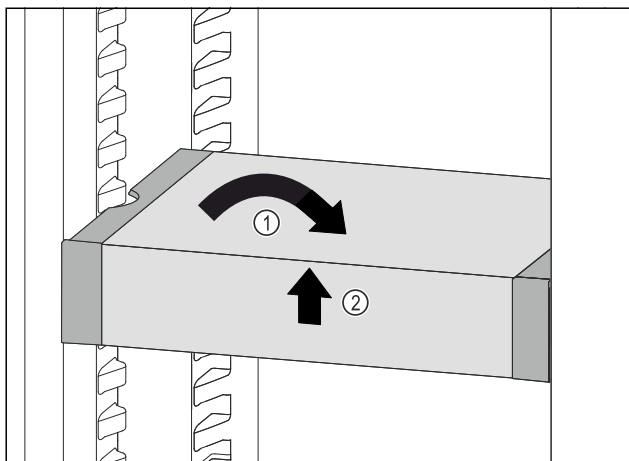

Fig. 38
- ▶ VarioSafe ustawić prosto. Fig. 38 (1)
- ▶ VarioSafe unieść z przodu. Fig. 38 (2)